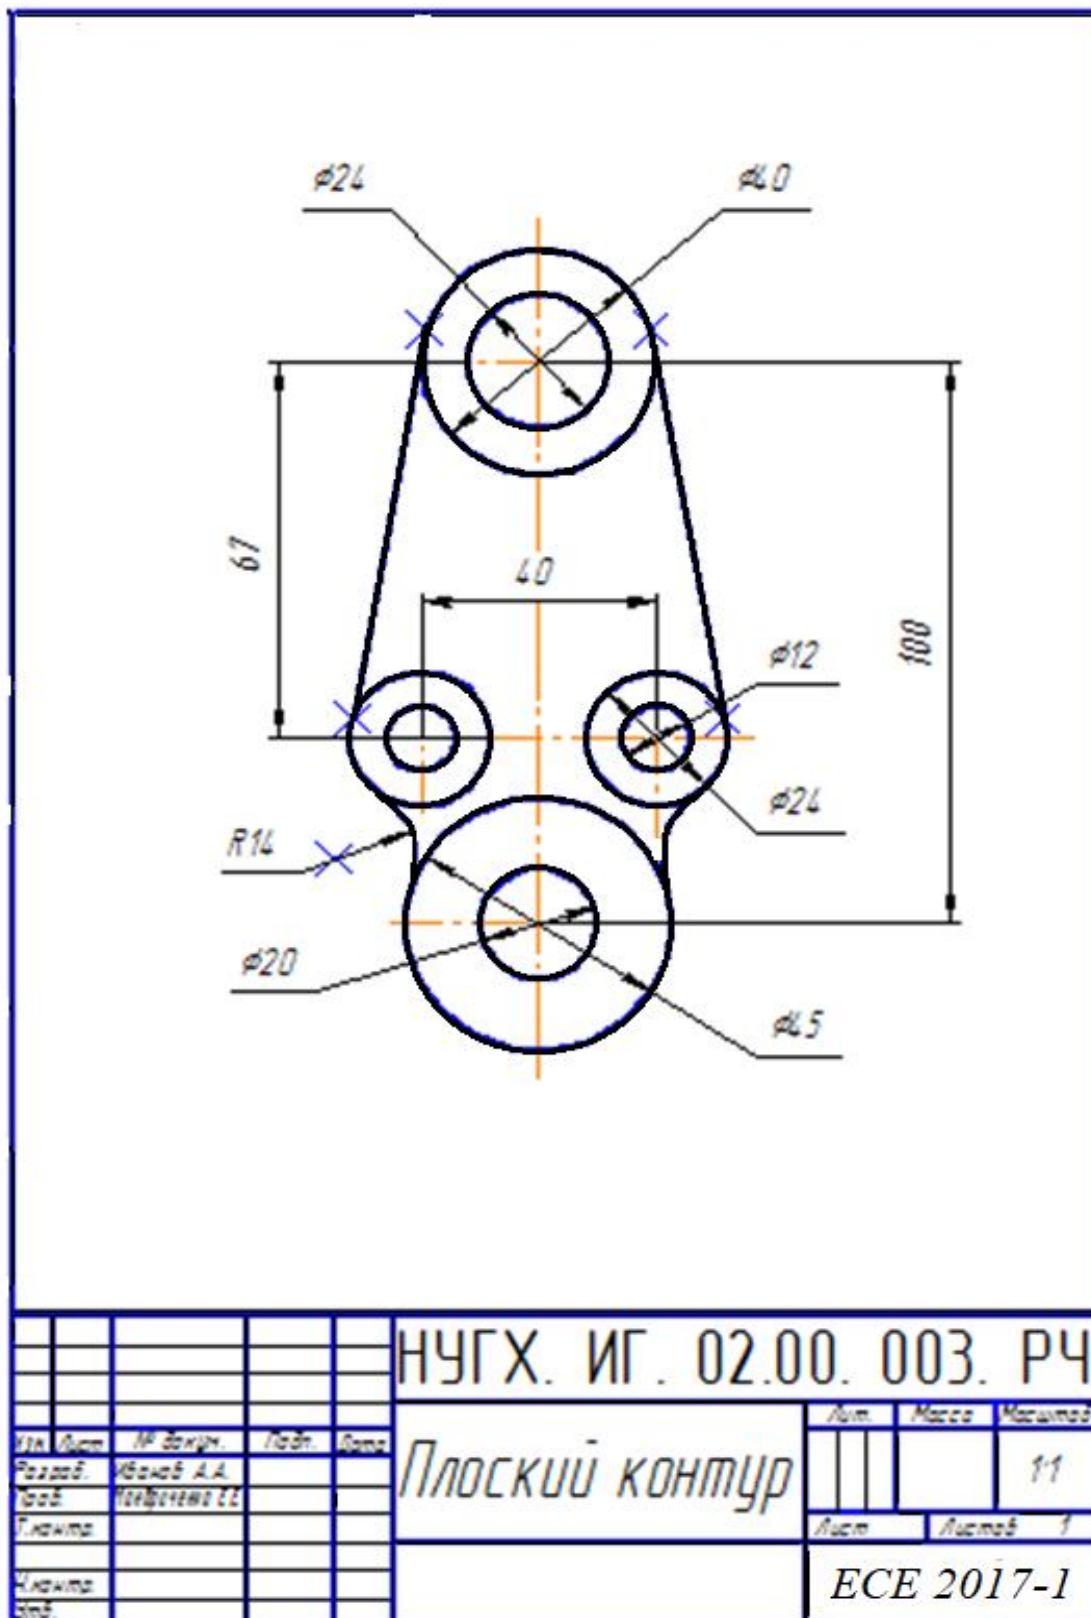

Рисунок 3.6 – Зразок завдання «Геометричні побудови»
11. Заповнюємо основний напис (рис. 3.6).